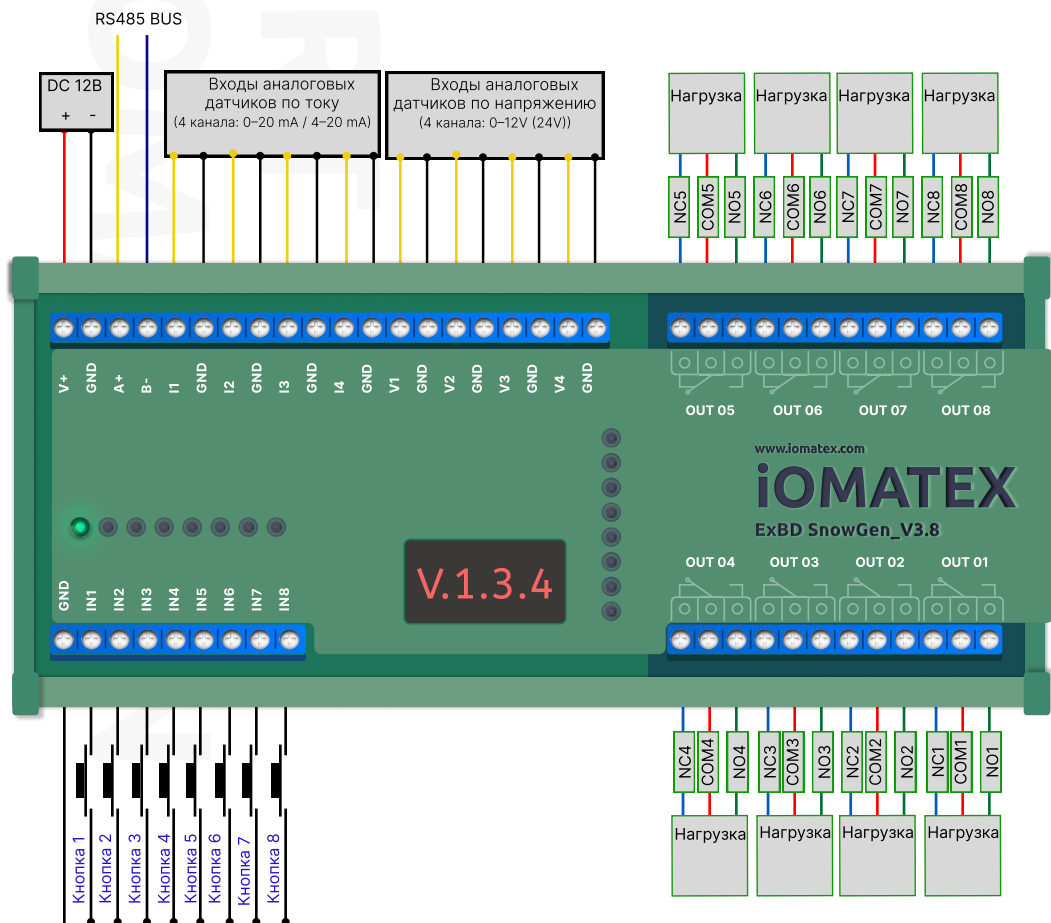

Рисунок 2. Общий вид системы подключения іOMATEX NANO ExBD-08/16 (24)
(см. рисунок 2.)
- (см. рисунок 2.)
2. Подключите модуль iOMATEX NANO ExBD-08/16-12 (24) к шлюзу по RS-485 (линии А и В, соблюдайте полярность).